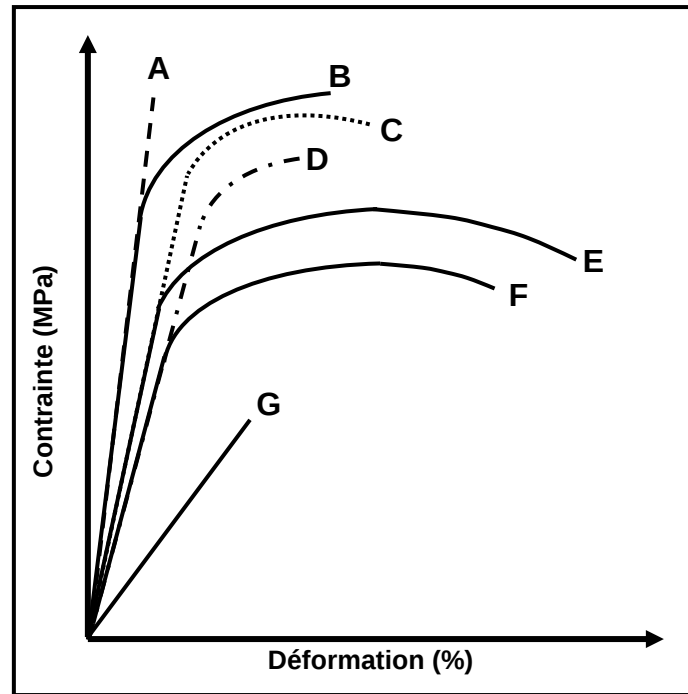
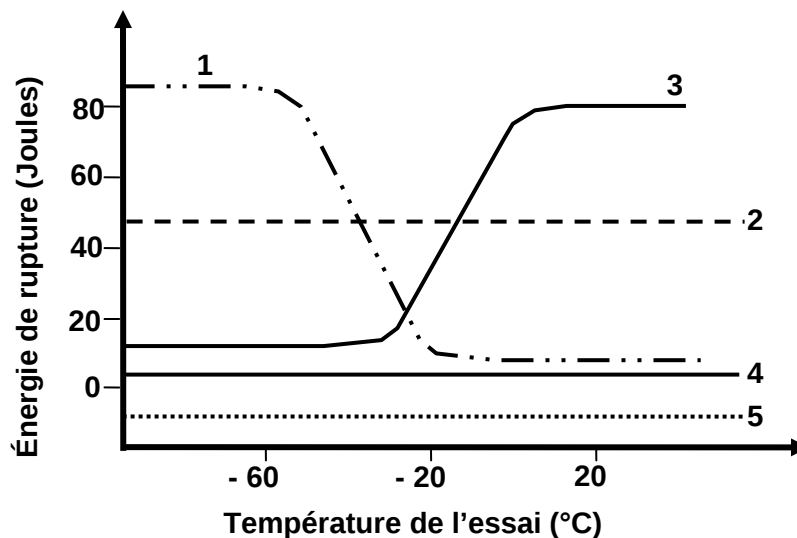

Figure 3 Courbes de traction de sept matériaux
Figure 4 Courbes de résilience Charpy
La figure 3 montre les courbes de traction de sept matériaux. Les essais ont eu lieu à la température ambiante et les pentes des segments droits des courbes ont été exagérées afin d'en faciliter l'interprétation.
- b) Des essais de résilience Charpy sont effectués sur les matériaux A, C, F et G dont la courbe de traction est donnée à la figure 3. Associez l'une des courbes de la figure 4 à chacun de ces matériaux. Vous pouvez utiliser la même courbe plus d'une fois. Il peut y avoir plus d'une bonne réponse donc justifiez votre réponse. (4 points)